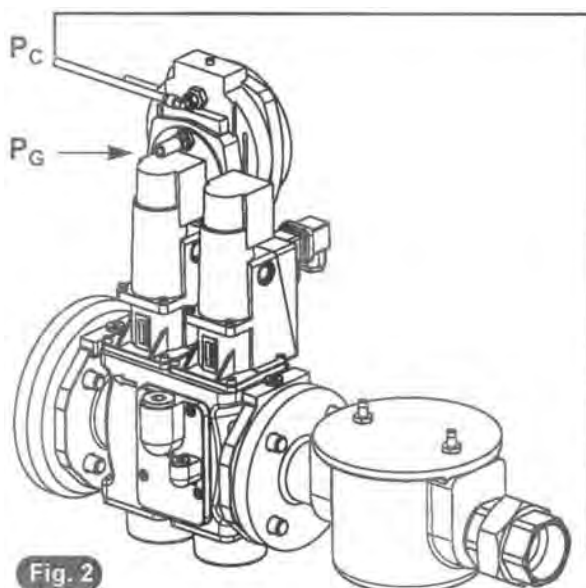
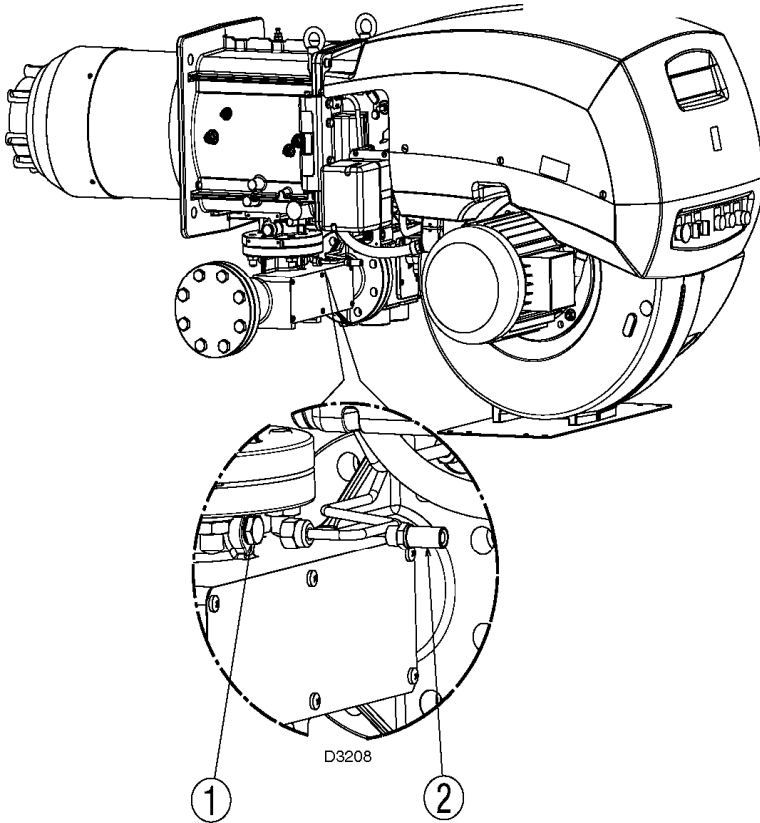

Fig. 2
Рис. 6
- 4 Снимите с трубы газа **A** заглушку и навинтите штуцер **2**, который входит в комплект поставки газовой рампы (рисунок 6).
- 6 Присоедините трубку газа **E** к штуцеру **2** (рисунок 6), а другой конец трубки присоедините к штуцеру P_G исполнительного механизма (смотри рисунок 2 и 4).